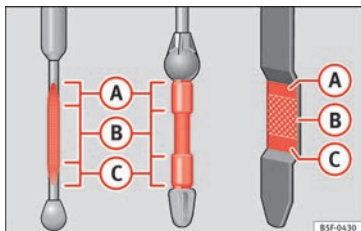

Bild 236 Mätsticka för motorolja.
- Dra sedan ut den igen och kontrollera oljenivån » » bild 236. Fyll på motorolja vid behov.